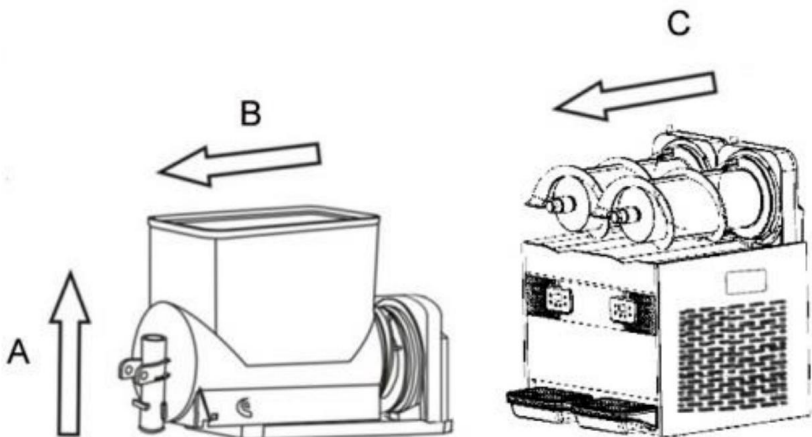

Figura 10
2. Retire el agitador y el sello del agitador. Vea la figura 10.